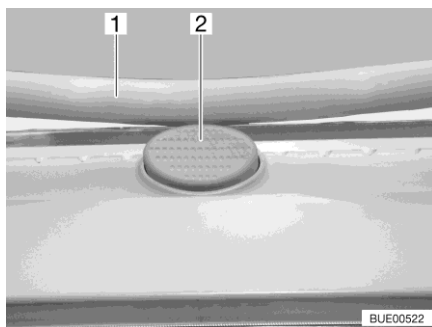

Bild 64 Låsknapp (Heki-taklucka)
- Tryck på låsknappen (Bild 64,2) och dra ner bygel (Bild 64,1) med båda händerna.
- Tryck bygel uppåt med båda händerna tills bygel ligger ovanför låsknappen (Bild 64,2).
- Tryck på låsknappen (Bild 64,2) och dra ner bygeln (Bild 64,1) med båda händerna.